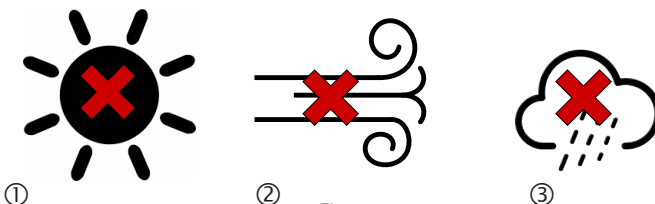

Fig. 7
L'espositore refrigerato deve essere protetto dall'esposizione alla luce del sole (1, Fig.7), dal vento (2) e dalla pioggia (3) e, in generale, dalle intemperie.